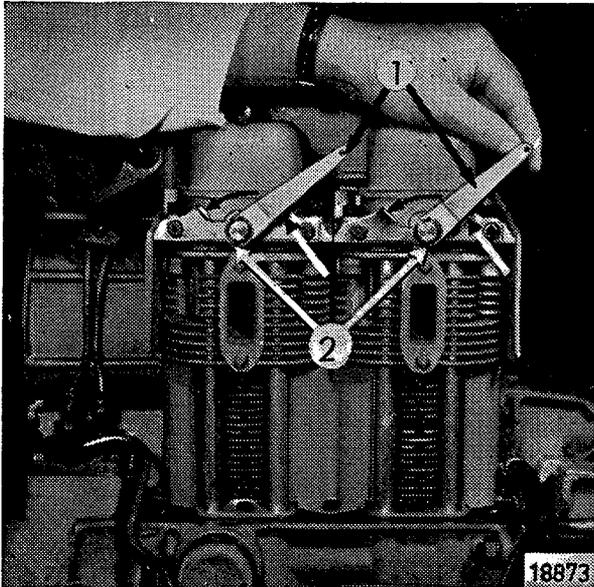

Bild 9
4. Dekompressionshebel 1 (Bild 9) von Anschlag zu Anschlag (siehe Pfeile) ziehen und wieder in die Ausgangsstellung zurückbringen. Hierdurch wird über die Dekompressionswelle das Auslaßventil geöffnet. Der Motor läßt sich dadurch leicht andrehen.